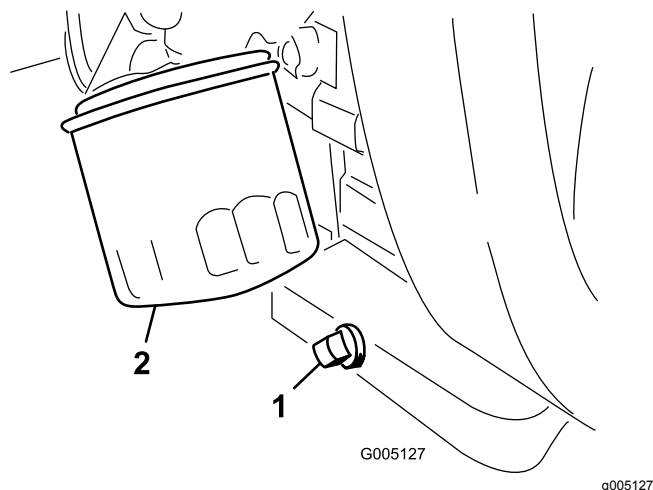

図 34
1. ドレンプラグ 図 34 を外してオイルを容器に受ける。
2. ドレンプラグのねじ山をきれいにし PTFE シーラントを巻き付ける 図 34。